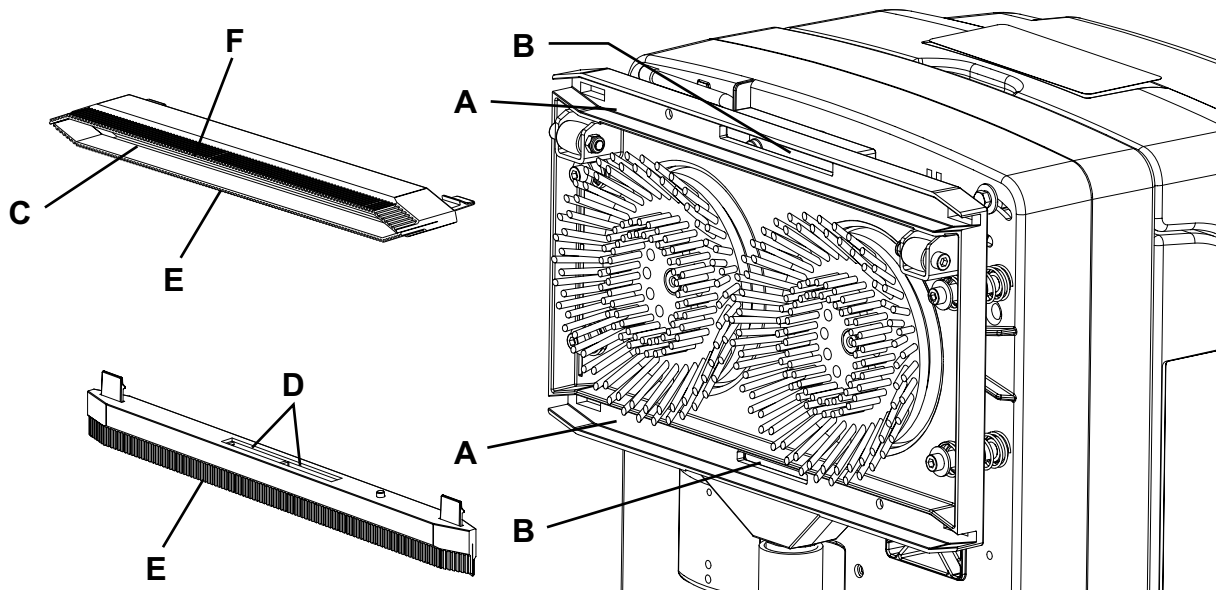

Figure 2
2. Vérifier que le câble d'alimentation (10) est branché au réseau électrique.
3. Pour avoir accès à la tête porte-brosses / embouchures, soulever la machine en utilisant le guidon (2).
4. Retirer les embouchures de la tête en appuyant sur les pinces d'accrochage (27).
5. Contrôler la tête porte-brosses/embouchures (9) et le nettoyer, ôter notamment les saleté et les débris des compartiments de transport (A, Fig. 2) et l'orifice d'aspiration (B).
6. Laver et nettoyer l'embouchure. Nettoyer en particulier les compartiments de convoyage (C) et l'orifice d'aspiration (D) de la saleté et des déchets.
7. Contrôler que la lamelle (E) et la lamelle (F) soient en parfait état et ne présentent aucune coupure ou lacération, sans quoi remplacer l'embouchure.